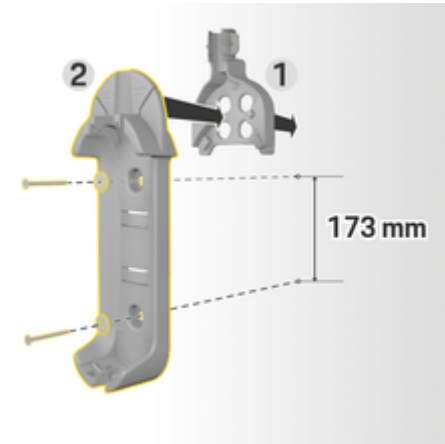

Fig. 53 Dimensões de perfuração
3. Pressione o suporte de parede básico 2 (Fig. 53) para a guia do cabo 1 (Fig. 53) a partir da frente.